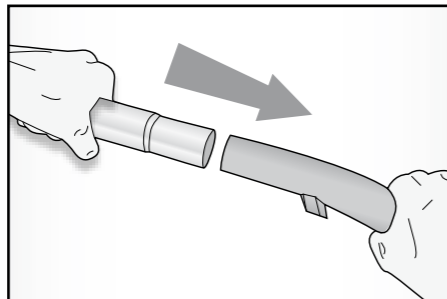

Fig. 3
- Вставить телескопическую трубу (12) в держатель (Рис.3).